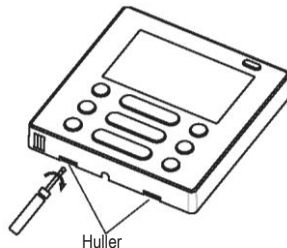

Figur 3-3
- Forbind hunstikkene i ledningssamleren fra fordelerskabet med hanstikkene i ledningssamleren. (Se figur 3-3)
- Forbind den anden side af ledningssamleren med hanstikkene i ledningssamleren fra betjeningspanelet. (Se figur 3-3)